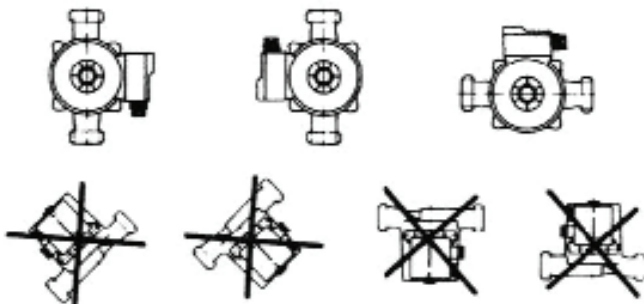

Рис. 1
- Циркуляционный насос ВСЕГДА устанавливайте так, чтобы обеспечить положение оси вала насоса в горизонтальном положении, а клеммной коробки – сверху или сбоку (рис. 1).